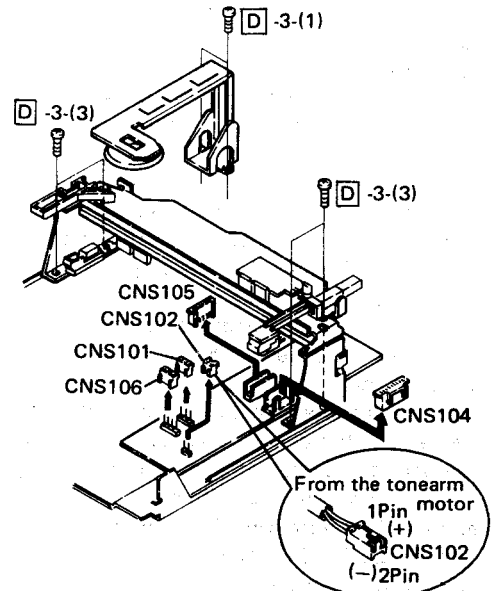

Figure 6-2
- (1) Remove two screws from the tonearm disc holder and take the tonearm disc holder off. See Fig. 6-2.
- (2) Remove the socket CNS102 from the tonearm motor and supply +10V DC to it to move the tonearm until the position where the tonearm guide bracket may be taken out. See Fig. 6-2.
- (3) Remove four screws from the tonearm guide bracket (two each at the right and left) and take the tonearm guide bracket off. See Fig. 6-2.
- (4) Disconnect four sockets (CNS 101, 104, 105 and 106). See Fig. 6-2
(1) Zwei Schrauben vom Schallplattenhalter entfernen, dann den Schallplattenhalter abnehmen. Siehe Abb. 6-2.
(2) Den Anschluß CNS102 vom Tonarmmotor entfernen und diesem +10V Gleichspannung zuleiten, um den Tonarm bis zu der Position zu bewegen, an der die Tonarmführungshalterung herausgenommen werden kann. Siehe Abb. 6-2.
(3) Vier Schrauben (je zwei auf der rechten und linken Seite) von der Tonarmführungshalterung entfernen, dann die Tonarmführungshalterung abnehmen. Siehe Abb. 6-2.
(4) Vier Anschlüsse (CNS101, 104, 105 und 106) trennen. Siehe Abb. 6-2.
(1) Déposer les deux vis du porte-disque et déposer le porte-disque. Voir la Fig. 6-2.
(2) Déposer la douille CNS102 du moteur du bras et l'alimenter en +10V cc pour déplacer le bras jusqu'à la position où la patte guide du bras peut être déposée. Voir la Fig. 6-2.
(3) Déposer les quatre vis de la patte guide du bras (deux de chaque côté droit et gauche) et déposer la patte guide du bras. Voir la Fig. 6-2.
(4) Débrancher les quatre douilles (CNS101, CNS104, CNS105 et CNS106). Voir la Fig. 6-2.